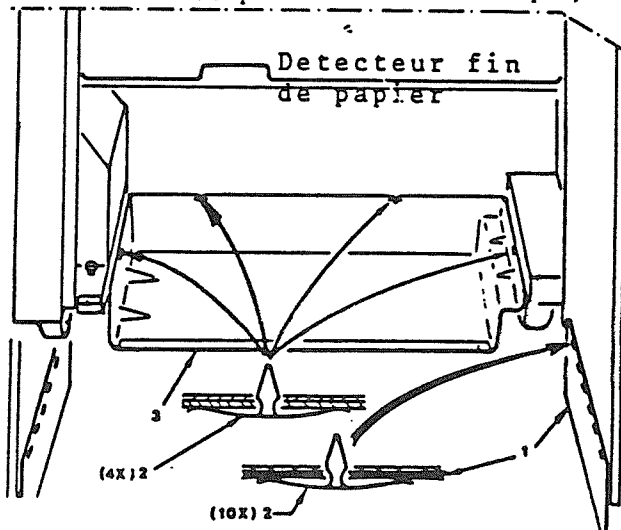

FIG. 5
- .. A l'aide de 4 clips (2) fixer le bac à papier (3), de couleur noire à l'intérieur, comme indiqué sur la figure 5.